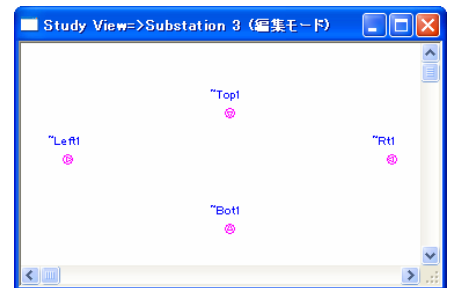

図 8 :
- “Substation 3” をダブルクリックすると“Study View=>Substation 3 (編集モード)” ウィンドウが開き、そこには4つのピンがあります。それらのピンは外部と接続されたピンに対応します。 図 8 参照